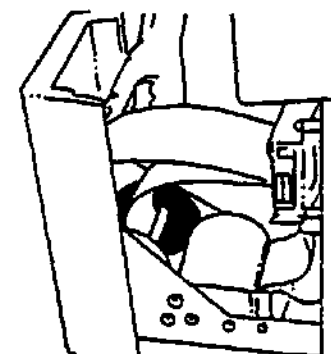

Рис. 5-23: Протягивание белой бумаги через щель в выдвижной панели принтера.
9. Пропустите белую принтерную бумагу через щель в выдвижной панели принтера и закройте панель (Рис. 5-23).